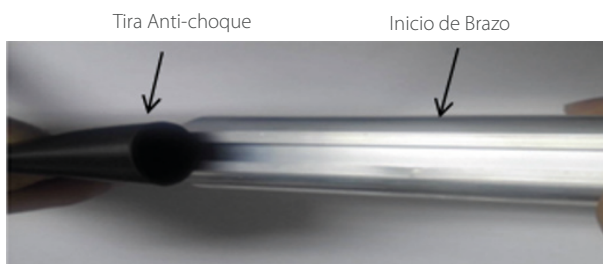

Figura 3-5
- 6) Instale la tira anti-choque, como se muestra en la figura 3-5.